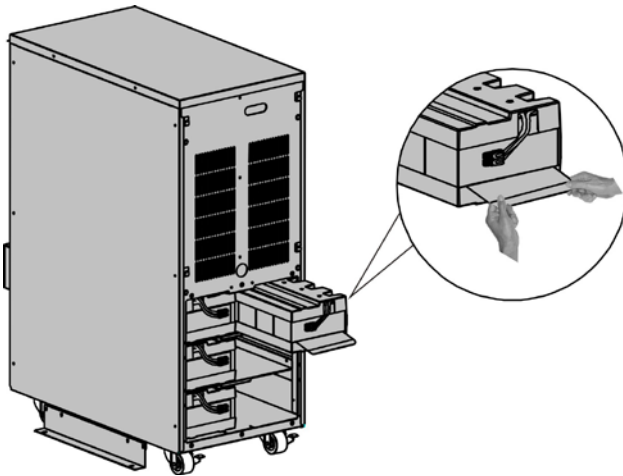

Abb. 8-3 Einfacher Austausch der Batterie-Schritt 3
- 3) Entfernen Sie den Akkupack aus dem Schrank. Siehe Abb. 8-3.